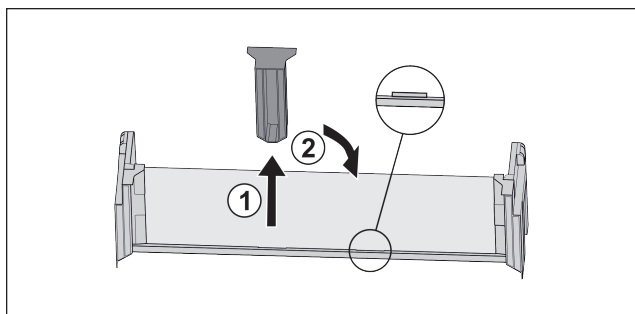

Fig. 103
- Stáhněte prostřední přídržný díl Fig. 103 (1).
- Vložte prostřední přídržný díl do druhé polohy Fig. 103 (2).